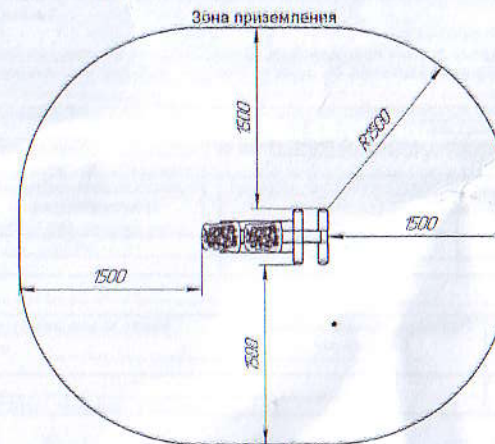

Рис. 2
1 - зона для передвижения; 2- зона приземления (см. рис. 2);
- 12.1.3 Размеры минимального пространства для размещения оборудования и безопасные расстояния от оборудования до поверхности площадки указаны на рис. 2.